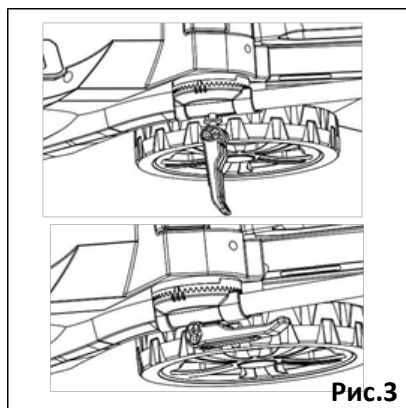

Рис.3
Отрегулируйте два зубчатых зажима нижней ручки (4) (Рис.1) на подходящую высоту и закрепите ее двумя быстросъемными зажимами (Рис. 3).